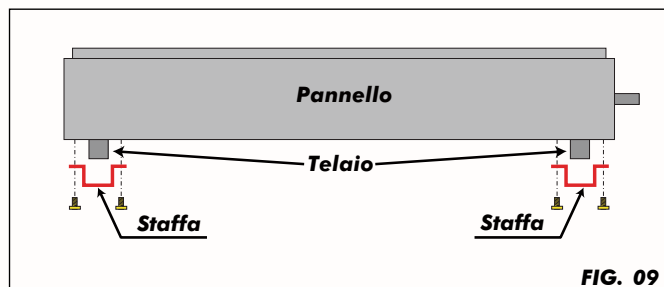

FIG. 09
- Fissare la cassa del pannello solare al telaio, utilizzando le due staffe e le viti in dotazione (fig.09).